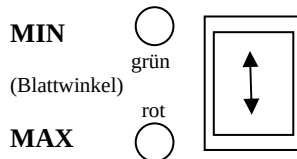

Bild 16: Manuelle Propellerverstellung
**Startstellung:** Schalter in Bild 16 nach oben drücken - die grüne Leuchtdiode blinkt, die Verstellung läuft bis zum Anschlag bei 16° und schaltet dann ab (Diode leuchtet dauernd). In dieser Stellung kann gestartet werden. Auf Motordrehzahl achten. Besser ist jedoch, den Schalter 1 - 2 Sekunden lang nach unten drücken, dann blinkt die rote Diode und es wird ein grösserer Blattwinkel eingestellt, das Triebwerk überdreht nicht.